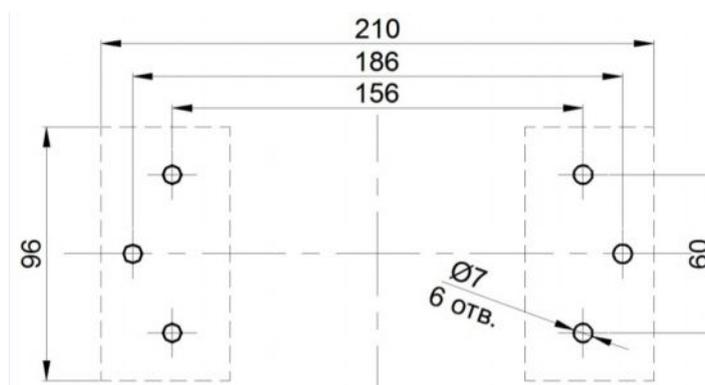

Рис. 3 – Крепежная площадка «ТРВ-Яуза»
- заключением соединительных зажимов и проводников во взрывонепроницаемую оболочку со степенью защиты IP 54 по ГОСТ 14254, выдерживающую давление и исключаящую передачу взрыва в окружающую среду (параметры взрывозащиты показаны на чертеже средств взрывозащиты Рис.2, Рис.3);